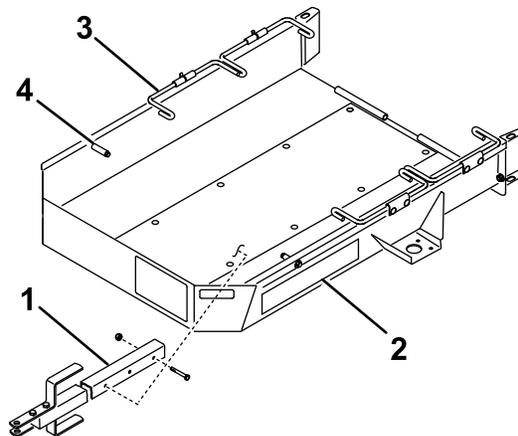

図 1
1. トレーラベッドの下側にある取り付けブラケットに、トングアセンブリを取り付けるボルト 3/8 x 2-3/4"2 本、ロックナット 2 個を使用する **図 1**。
4. スロットルを低速にセットし、ゆっくりとした速度で、モアをトレーラに上げ、ホイールがトレーラのストップに当たるまで前進させる 図 1。
6. 第二組目のホイールロッドを下向きにする 図 1。